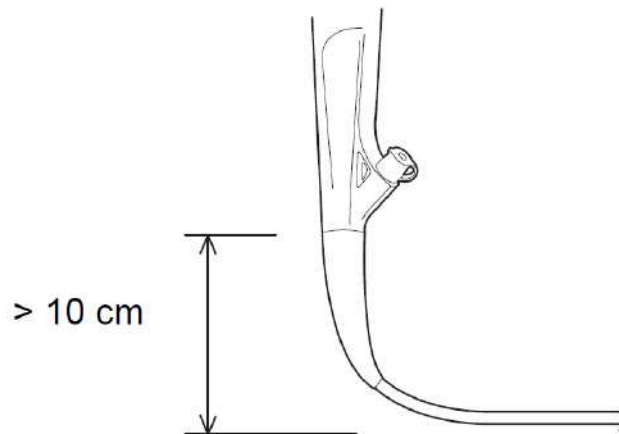

Figura 15. Condição errada de uso
- Não dobre o tubo de inserção a uma distância igual ou inferior a 10 cm do cone de proteção. O tubo de inserção poderá ser danificado (veja Figura 15).